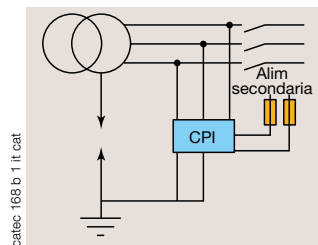

Fig. 2: collegamento del CPI prima dell'interruttore generale
- L'inserimento del CPI prima dell'interruttore di sezionamento dei trasformatori evita l'installazione di un dispositivo di antiparallelo dei CPI a condizione che i due trasformatori non lavorino in parallelo (Fig. 2).